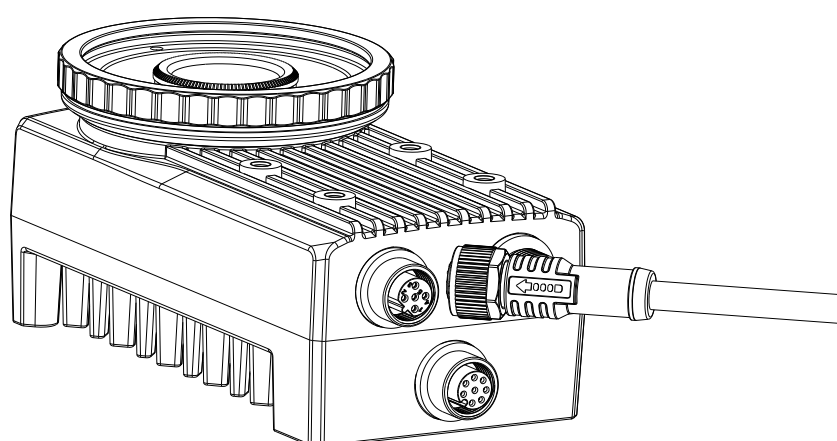

图2-8 相机外部光源接线
5. 若需要使用外部光源，按照正确的接线方式接在相机的光源接口处，如图 2-8 所示，此为不含光源和镜头罩型号智能相机示意图。